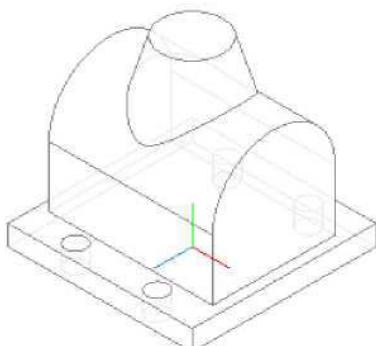

Рис. 7.28
6. Применяем к эскизу команду Приkleить вращением. Способом построения должен быть Сфераид, а на вкладке Тонкая стенка установлен вариант Нет. Результат показан на рис. 7.28.